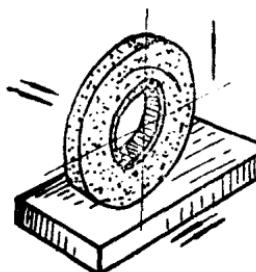

图3 磨平面
(3) 平面磨削时的运动(图3)
- ①砂轮快速旋转(主运动)；
- ②工件直线往复运动或围绕着工作台的中心作回转运动(纵走刀)；
- ③砂轮作与工件运动方向垂直的水平运动(横走刀)，当工件作往复运动时，则每当工件完成一个单行程，周期地进